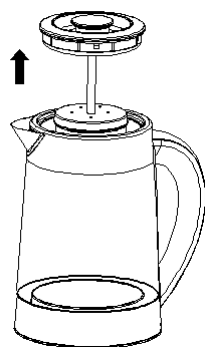

Fig. 6
1. Per riscaldare l'acqua, premere il pulsante di apertura del coperchio (fig. 6); il coperchio si apre se questo pulsante rimbalza; è quindi possibile rimuovere il coperchio. Se si desidera preparare del tè, è possibile rimuovere il coperchio direttamente (come mostrato in Fig. 7) per posizionare il tè in bustina e quindi aggiungere la quantità d'acqua desiderata rispettando il livello MIN e MAX indicato sul manometro del bollitore.